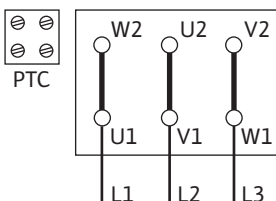

Fig. 12: Δ-kapcsolás
- A hálózati csatlakozás a P2 motorteljesítménytől, a hálózati feszültségtől és a bekapcsolási módtól függ. A kapocsdobozban található összekötő hidak szükséges kapcsolását az alábbi táblázat, valamint a Fig. 12, 13 és 14 tartalmazza.